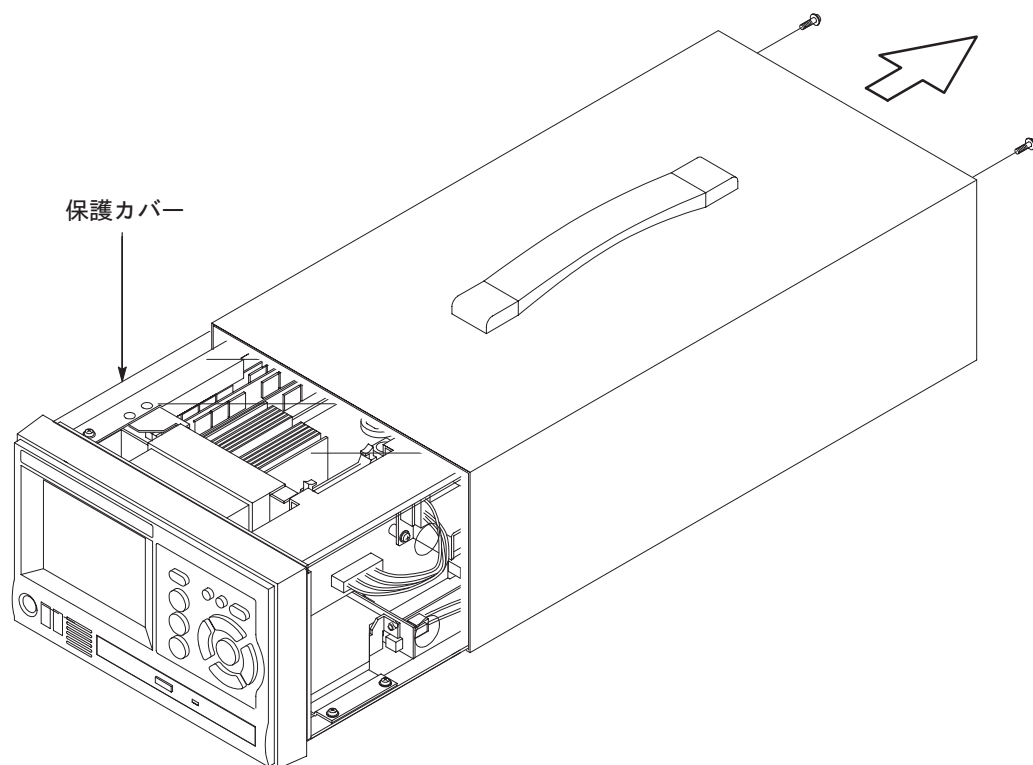

図1：キャビネットの取り外し
2. T-15 トルクス・ビット付ドライバを使用して、キャビネットを機器に固定している 2 個のネジを外します。図 1 参照。
3. 機器を前方にスライドさせ、キャビネットから引き出します。図 1 参照。